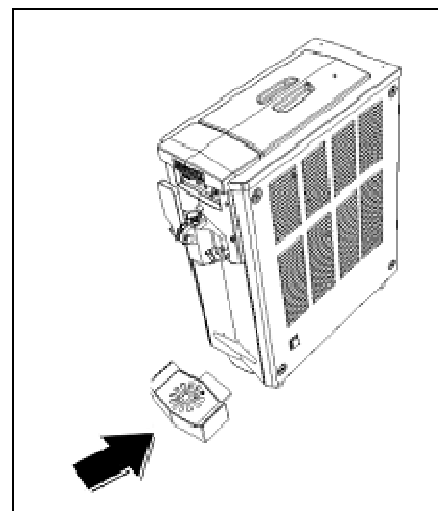

Fig. 22
- **R**eplace the drip tray (fig. 22).